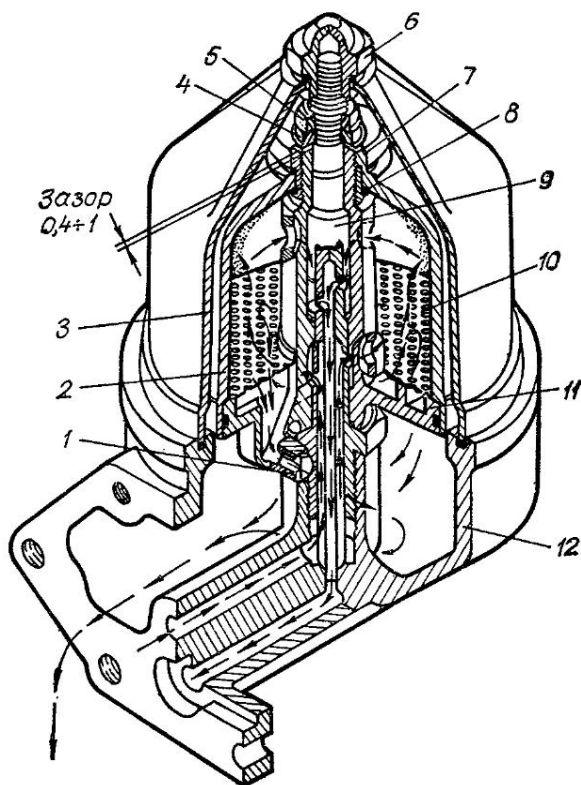

Рис. 16. Центрифуга для очистки масла:
Для очистки масла на двигателе установлена полнопоточная реактивная центрифуга (рис. 16). Через нее проходит все масло, подаваемое насосом.
1. Отвернуть гайку 6 крепления колпака 3 (рис. 16) и снять его.